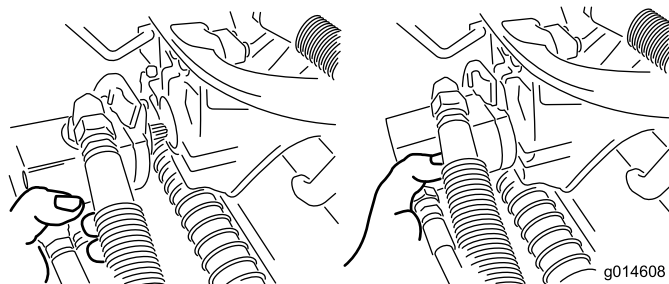

図 37
3. 外したモータは、サスペンションアームの前部にある一時保管位置にセットしておく（図 37）。